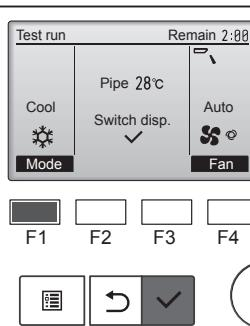

Fig. 8-3
- ① Πατήστε το κουμπί [F1] για να αλλάξετε την κατάσταση λειτουργίας. (Fig. 8-3)